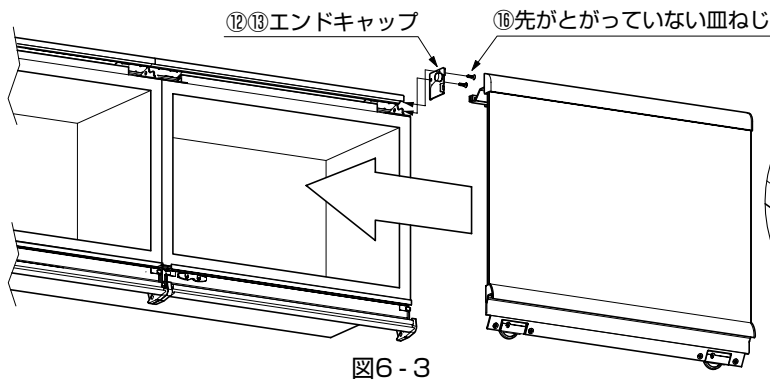

図6-3
- 1 ③扉フレーム（上）の先端を①上レールの溝に合わせた後、ローラーを②下レールの溝に合わせ、扉を差し込みます。（図6-3、6-4、6-5）